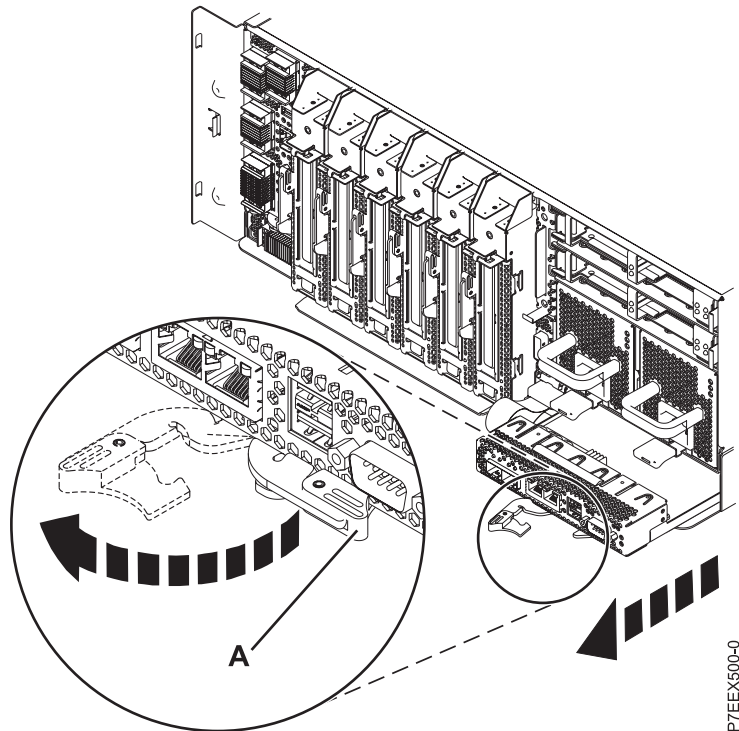

Abbildung 1. Integrierte Karte mit umfassender Funktion ausbauen - System 8412-EAD, 9117-MMC, 9117-MMD, 9179-MHC oder 9179-MHD
5. Lokalisieren Sie die integrierte Karte mit umfassender Funktion, die Sie ausbauen möchten, wie in Abb. 1 auf Seite 5 dargestellt.